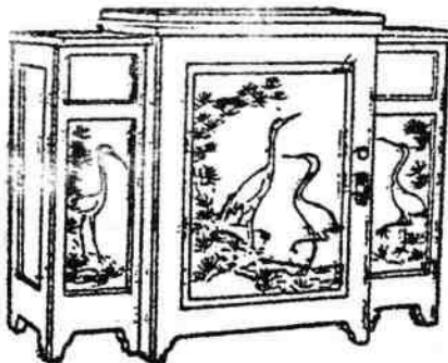

图 1-14 柜式缝纫机
7. 柜式 这种缝纫机能将机头和机架全部收藏在柜内（图 1-14），除用作缝纫外，还可兼做书桌、写字台等。柜式品种很多，常见的有甲种柜式、乙种柜式、梳妆台式等。这种